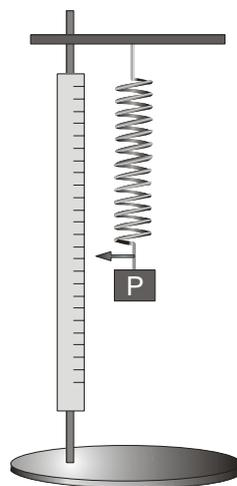
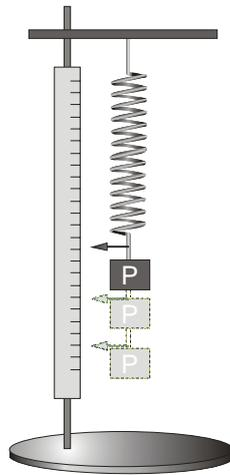

Fig. 4.1
Fig. 4.2
A Fig. 4.1 mostra uma mola espiral suspensa verticalmente por uma
Usando a montagem da Fig. 4.1, ponha uma massa inicial (m_0) no porta - pesos para relaxar alguma tensão inicial da mola. Então, mova o suporte verticalmente para ajustar o ponteiro numa marca conveniente da escala. Essa marca servirá como origem para se medir as distensões da mola para os pesos que forem sendo postos no porta-pesos.
1. Usando a montagem da Fig. 4.1, ponha uma massa inicial (m_0) no porta-peso para relaxar alguma tensão inicial da mola e registre a posição x_0 a que desce o porta-pesos (Fig. 4.2).